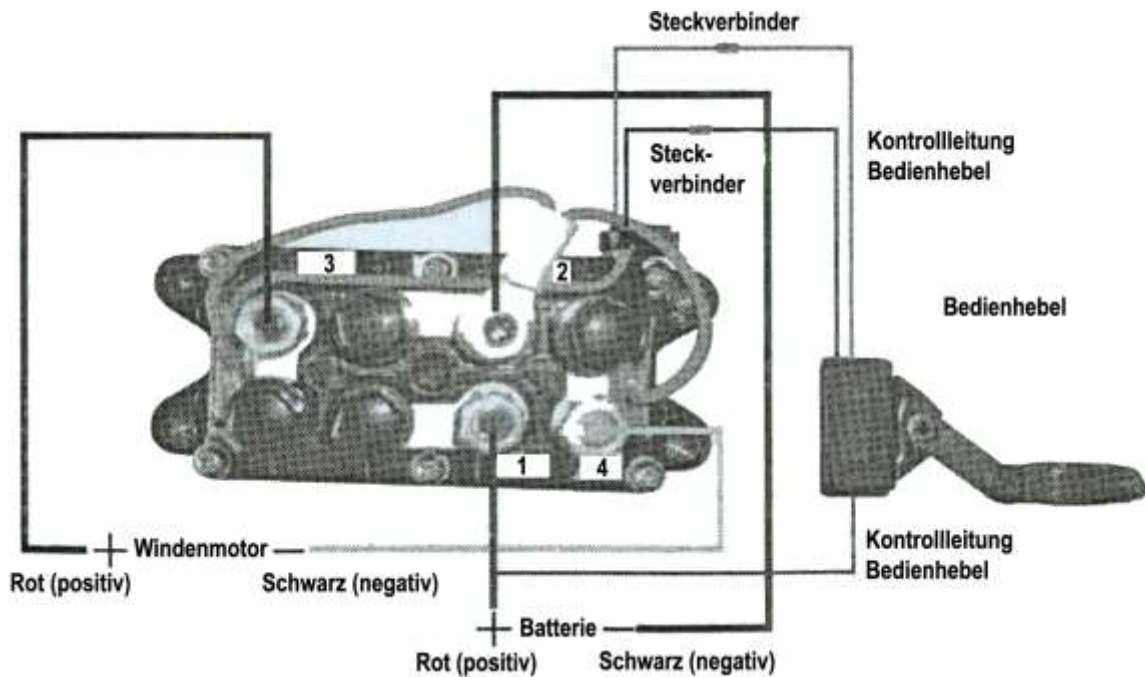

Abb.1
- Verlegen Sie nun die Kabel von dem Bedienhebel zur Schaltvorrichtung. Verbinden Sie das rote Kabel mit einem geschalteten Plusanschluss Ihres Fahrzeuges (Abb.1). Um die richtige Klemme herauszufinden können Sie eine Prüflampe verwenden. Diese Klemme darf nur unter Strom stehen, wenn die Zündung betätigt ist.
- Verbinden Sie die beiden Steckkabel mit den entsprechenden Anschlüssen der Schaltvorrichtung (Abb.1).